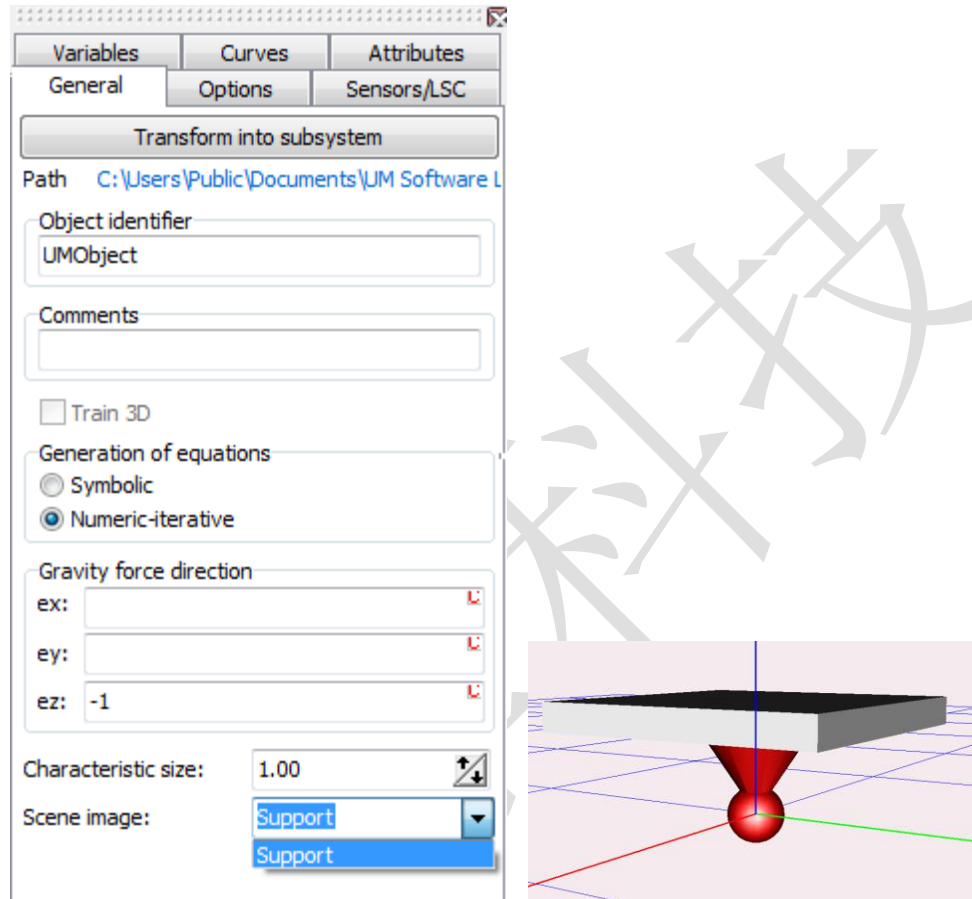

图 1.8 选择场景几何图形
2. 在右侧**交互界面**的 **General** 页面 **Scene image** 下拉菜单选择 **Support** 作为本模型的场景，如图 1.8 所示。